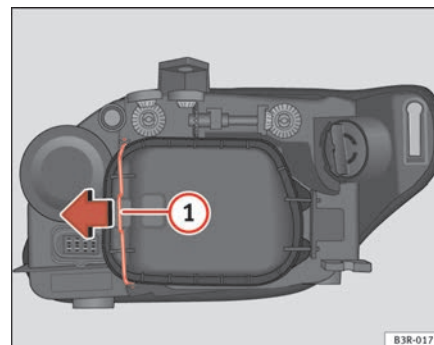

Fig. 206 Luci di posizione (lato esterno veicolo)
- Far scorrere il tirante ⇒ pag. 275, fig. 206 ① nel senso della freccia e sfilare la copertura separando prima il lato del tirante ed estraendo dopo le due linguette dell'estremità opposta.